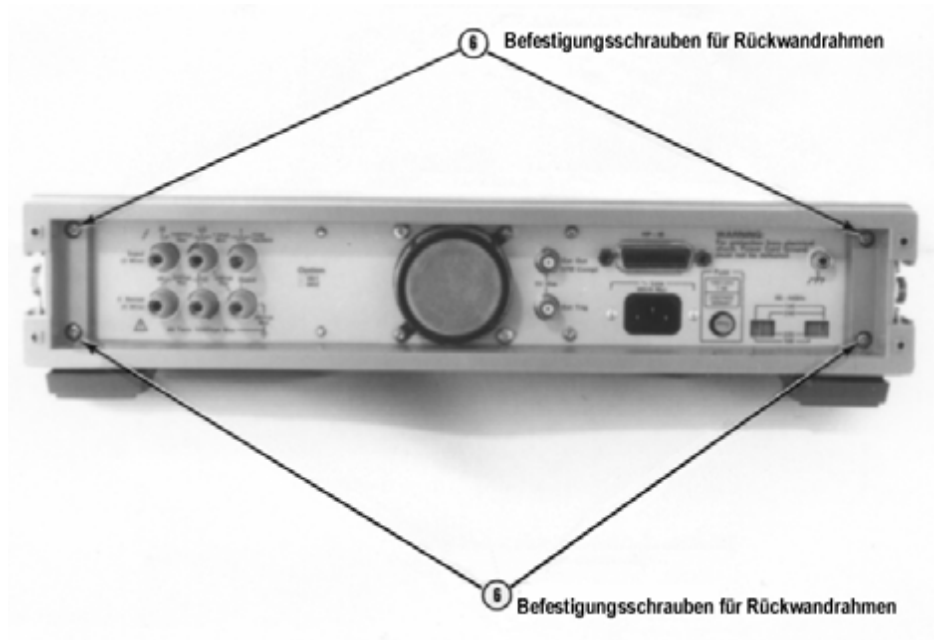

Abbildung C-4 Rückansicht des 3458
- 8** Drehen Sie das Gerät so, dass es mit seiner Rückseite zu Ihnen zeigt (siehe **Abbildung C-4**).
- 5 Siehe **Abbildung C-4**. Drehen Sie das Gerät so, dass es mit seiner Rückseite zu Ihnen zeigt.